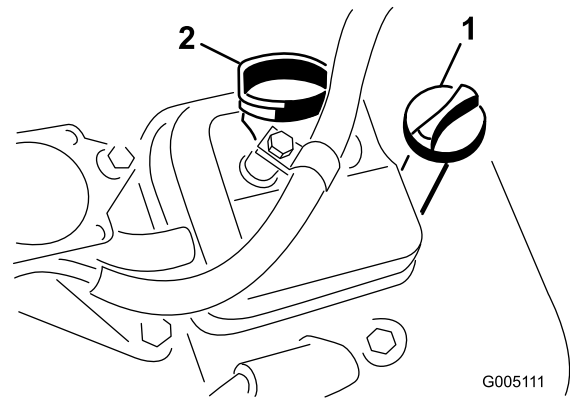

Figura 19
2. Desenrosque la varilla y límpiela con un paño limpio. Enrosque la varilla en el tubo asegurándose de que entre a tope (Figura 19).